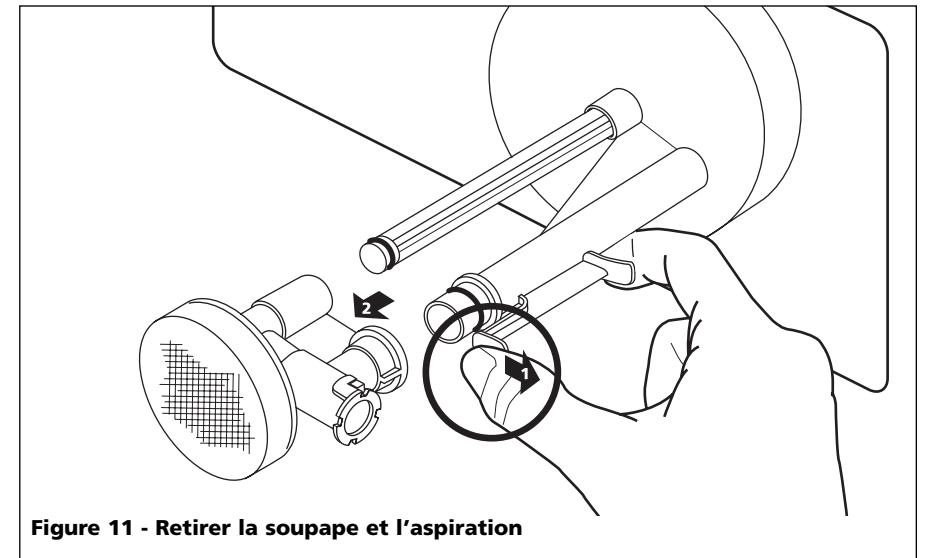

Figure 11 - Retirer la soupape et l'aspiration
*(See Figures 11 & 12 for valve disassembly.)
1. Retirez le montage de soupape et d'aspiration tel qu'indiqué sous la figure 11.